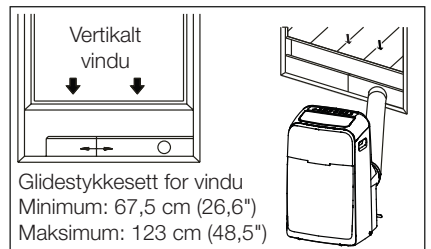

Fig. 9a
6. Fastgjør overgangsstykke B til glidestykkesettet for vindu, og tett igjen (Fig. 9a og 9b).